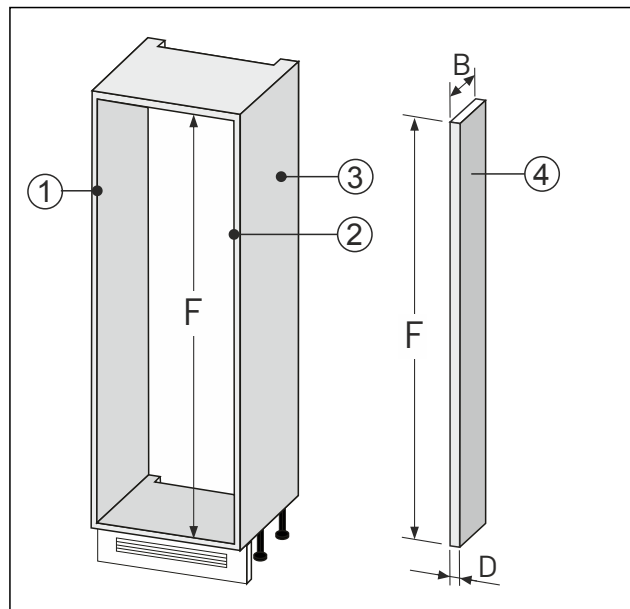

Fig. 87
- Izradite zidnu ispunu Fig. 87 (4) prema gore navedenim dimenzijama.